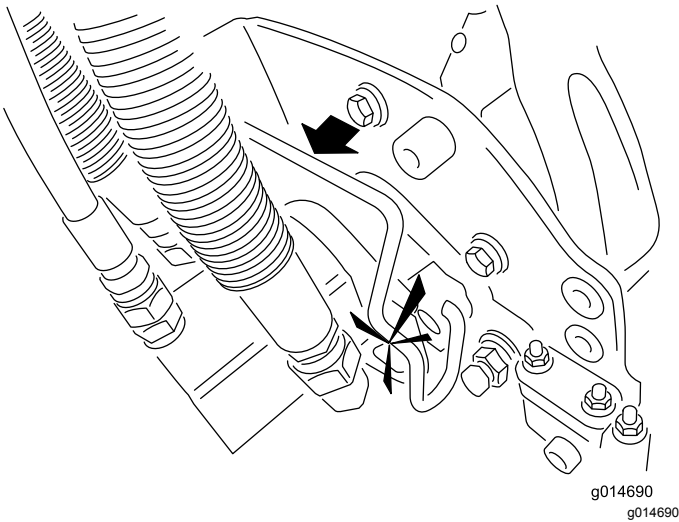

Bild 13
7. Schmieren Sie die Keilwelle des Schneideinheitmotors mit sauberem Fett ein (Bild 13).
8. Setzen Sie den Motor in die linke Seite der Schneideinheit (aus Sicht der Bedienerstellung) und ziehen die Motorbefestigungsstange an der Schneideinheit zum Motor, bis Sie einen deutlichen Klick von beiden Seiten des Motors hören (Bild 13).